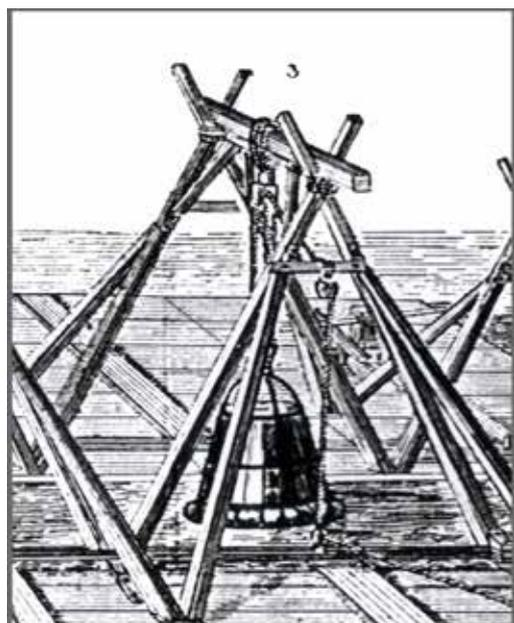

Fig. 8
**La nona campana** è quella che Annesio Fusconi costruisce nel 1827 sul modello di quella di Halley apportandovi le modifiche che ritiene necessarie per renderla idonea al recupero della prima Nave di Nemi. Ovviamente non la recupera ma, da buon antiquario, la depreda di tutto ciò che è possibile asportare, fino a quando, fortunatamente, deve interrompere i lavori causa il furto di tutta l'attrezzatura. (fig. 8)